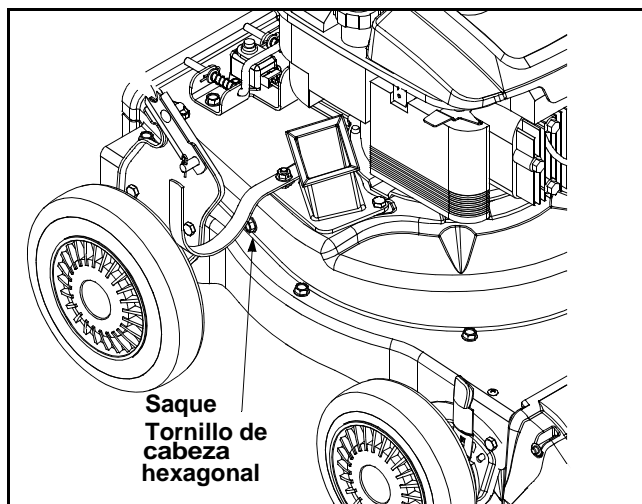

Figura 12
- Saque el tornillo de cabeza hexagonal del lado derecho de la unidad que se une a la pantalla de desgranado. Es posible que necesite sacar el gancho del soporte de la manguera para acceder al tornillo de cabeza hexagonal. Ver Figura 12.